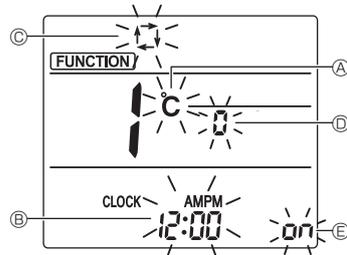

Fig. 4-11
L'écran Réglage de l'affichage s'affiche. (Fig. 4-11)
#### 4.12.2. Changement de l'unité de température (Fig. 4-11 (A))
- Appuyez sur la touche ⑤.
#### 4.12.3. Changement de l'affichage de l'heure (Fig. 4-11 (B))
- Appuyez sur la touche ⑥.
#### 4.12.4. Changement du mode AUTO (Fig. 4-11 (C))
- Appuyez sur la touche ⑦.
#### 4.12.5. Changement du n° de paire (Fig. 4-11 (D))
- Appuyez sur la touche ④.